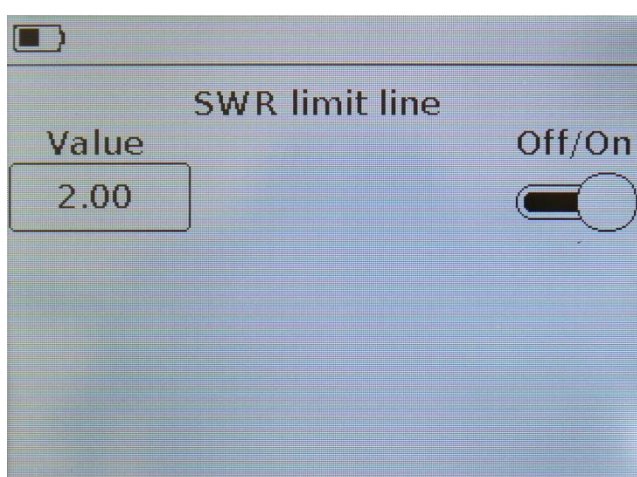

Рисунок 9.20 – Включение отображения линии КСВ на графиках Smh, Pol и SWR
- Войдите в меню **Plots** как указано в п. 9.3. и, нажав на поле с обозначением графика **Smh**, **Pol** или **SWR** перейдите в меню настройки и отображения пороговой линии КСВ (Рисунок 9.20).
- В режиме просмотра графиков **Smh**, **Pol** или **SWR** нажмите и удерживайте около двух секунд кнопку (14) «PLOT» и перейдите в меню настройки и отображения пороговой линии КСВ (Рисунок 9.20).
9.8.3. Выключение и включение отображения линии КСВ на графиках, производится перемещением слайдера в положение **Off/On** (Рисунок 9.20).